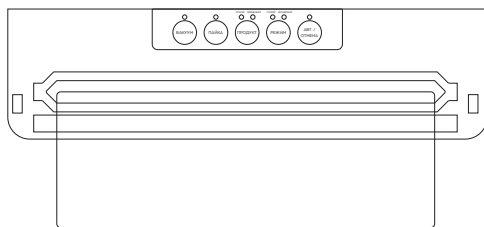

рис. 1
7.3.3 Нажмите на фиксаторы и откройте крышку. Поместите пакет на нагревательный элемент, а край пакета опустите в вакуумную камеру (рис.1).